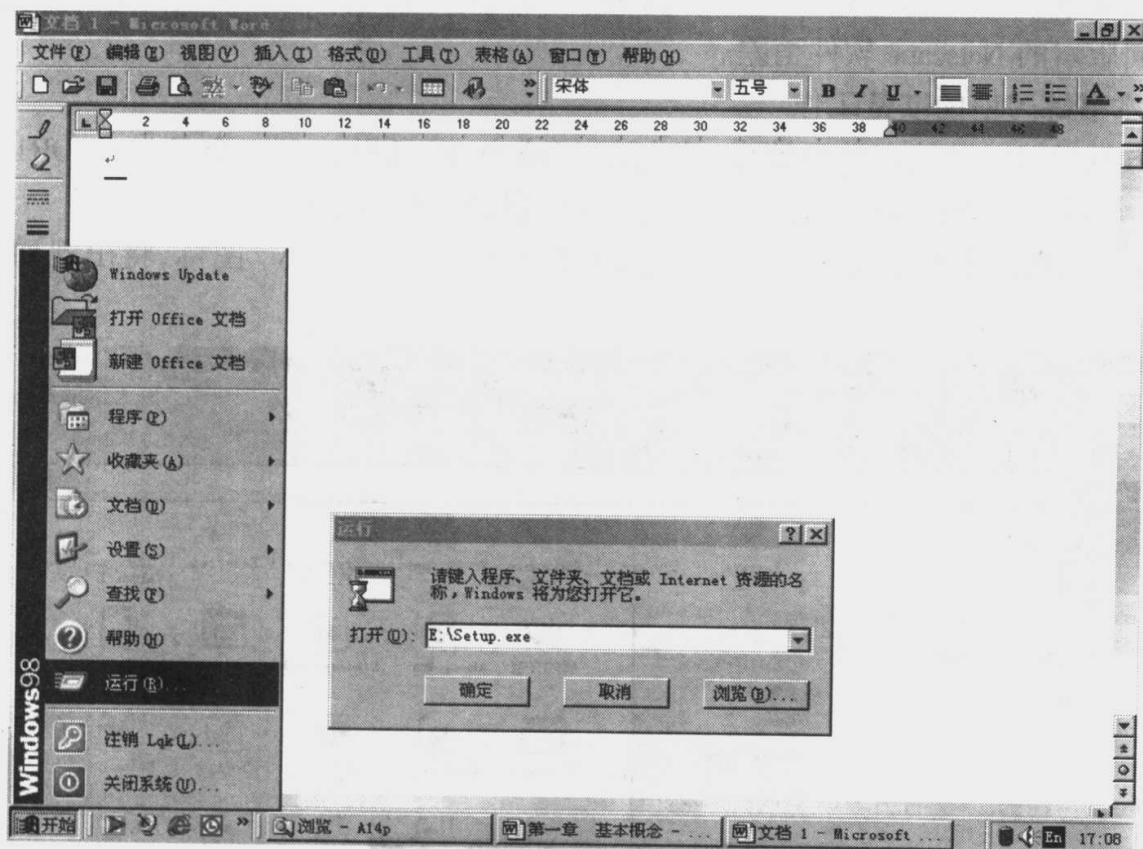

图 1-2 开始安装 AutoCAD R14 操作示意图
(2)单击操作系统上的开始下的运行菜单,在出现的对话框内键入光盘 AutoCAD 的安装文件 Setup.exe 所在的准确路径和文件名,确定即可(图 1-2)。